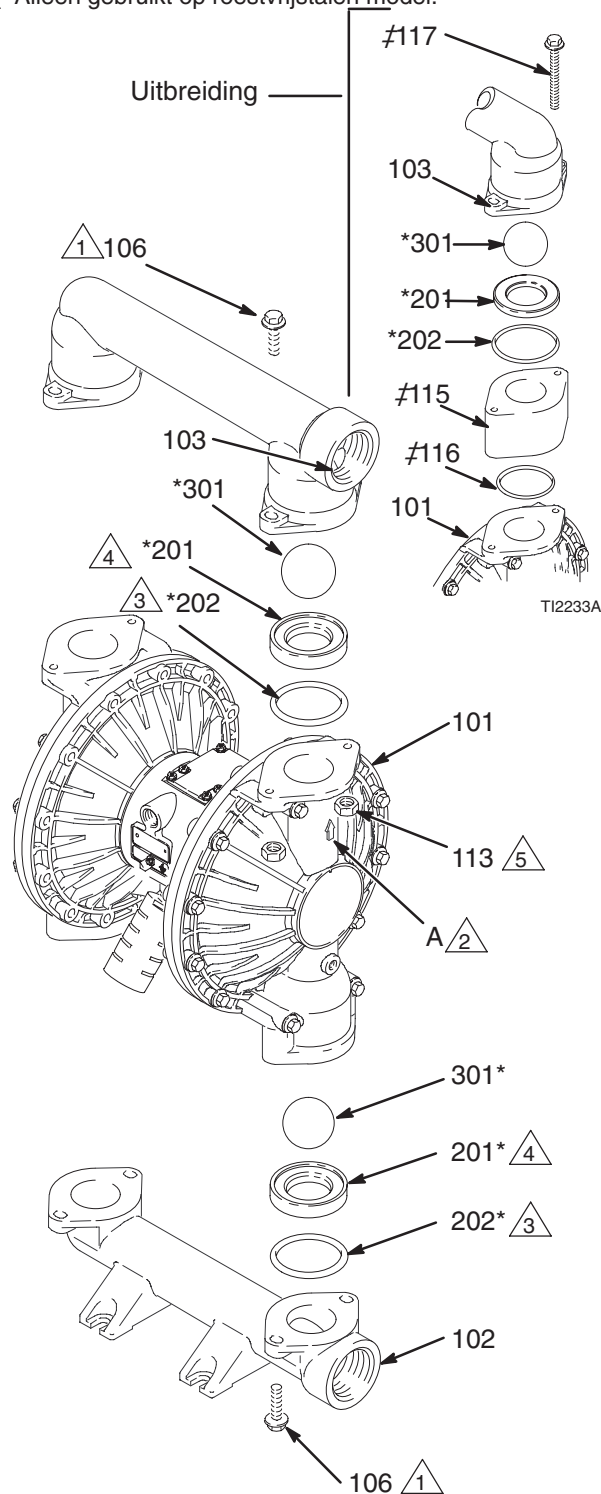

Fig. 10
**OPMERKING:** Om te verzekeren dat de kogels (301) altijd goed op de zittingen aansluiten, dient u altijd de zittingen (201) ook te vervangen zodra de kogels vernieuwd worden.
**OPMERKING:** (Versie met uitbreiding) Om te zorgen voor de juiste afdichting van de uitbreiding (115) moet u bij vervanging van de kogels ook altijd de O-ringen (116) vervangen.
3. Haal de vier bouten (106) los met een inbussleutel van 10 mm en houd daarbij het spuitstuk (103) op de vloeistofdeksels (101) gedrukt. Zie Fig. 10.
4. Verwijder de zittingen (201), kogels (301) en de O-ringen (202) van het spuitstuk.
**OPMERKING:** Sommige modellen hebben geen O-ringen (202).
5. Draai de pomp om en verwijder het inlaatspruitstuk (102). Verwijder de zittingen (201), de kogels (301) en de O-ringen (202) van de vloeistofdeksels (101).
2. Steek alles terug in elkaar in omgekeerde volgorde, waarbij u alle opmerkingen in Fig. 10 opvolgt. Zorg ervoor dat de kogelkleppen **exact** gemonteerd worden zoals afgebeeld. De pijlen (A) op de vloeistofdeksels (101) **moeten** naar het uitlaatspruitstuk (103) wijzen.